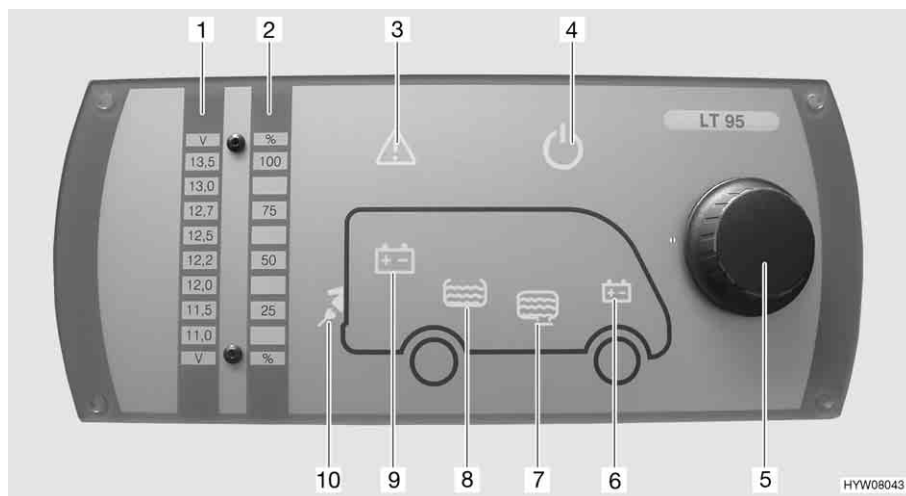

Fig. 70 Pannello di controllo (LT 95)
Il pulsante a rotazione (Fig. 70,5) inserisce o disinserisce il pannello di controllo e l'alimentazione a 12 V dell'abitacolo.
- Premere il pulsante a rotazione (Fig. 70,5): L'alimentazione a 12 V dell'abitacolo è inserita. La spia di controllo a 12 V (Fig. 70,4) diventa verde.
- Premere il pulsante a rotazione (Fig. 70,5): L'alimentazione a 12 V dell'abitacolo è disinserita. La spia di controllo a 12 V (Fig. 70,4) si spegne.
Mediante il pulsante a rotazione (Fig. 70,5) si possono interrogare sia la tensione della batteria dell'abitacolo che la tensione della batteria di avviamento. La tensione viene visualizzata sulla scala indicatore per la tensione della batteria (Fig. 70,1).
- Ruotare il pulsante a rotazione (Fig. 70,5), finché si accende il simbolo della batteria della quale deve essere interrogata la tensione.
Viene indicata la tensione della batteria dell'abitacolo (Fig. 70,9)
Viene indicata la tensione della batteria di avviamento (Fig. 70,6)
- Leggere la tensione sulla scala indicatore della tensione della batteria (Fig. 70,1).
Mediante il pulsante a rotazione (Fig. 70,5) si possono interrogare sia il livello del serbatoio dell'acqua che il livello del serbatoio delle acque grigie. Il livello viene visualizzato sulla scala indicatore livello dei serbatoi (Fig. 70,2).
- Ruotare il pulsante a rotazione (Fig. 70,5), finché si accende il simbolo del serbatoio del quale deve essere interrogato il livello.
Viene indicato il livello del serbatoio dell'acqua (Fig. 70,8)
Viene indicato il livello del serbatoio delle acque grigie (Fig. 70,7)
- Leggere il livello sulla scala indicatore del livello serbatoio (Fig. 70,2).
La spia luminosa Alarm (Fig. 70,3) lampeggia non appena i valori limite fissati vengono superati per eccesso o per difetto.
La spia luminosa Alarm (Fig. 70,3) lampeggia non appena la tensione della batteria scende al di sotto di 11 V. Se l'alimentazione a 12 V è accesa, si accende anche il relativo simbolo della batteria (Fig. 70,6 o 9), e l'indicatore "11,0" sulla scala indicatore della tensione della batteria (Fig. 70,1) lampeggia. Rischio di uno scaricamento totale della batteria.
La spia luminosa Alarm (Fig. 70,3) lampeggia ed il relativo simbolo del serbatoio (Fig. 70,7 o 8) si accende non appena il serbatoio dell'acqua è vuoto o il serbatoio delle acque grigie è pieno.
La spia di controllo a 230 V (Fig. 70,10) si accende quando all'ingresso della centralina elettrica è presente una tensione di rete.